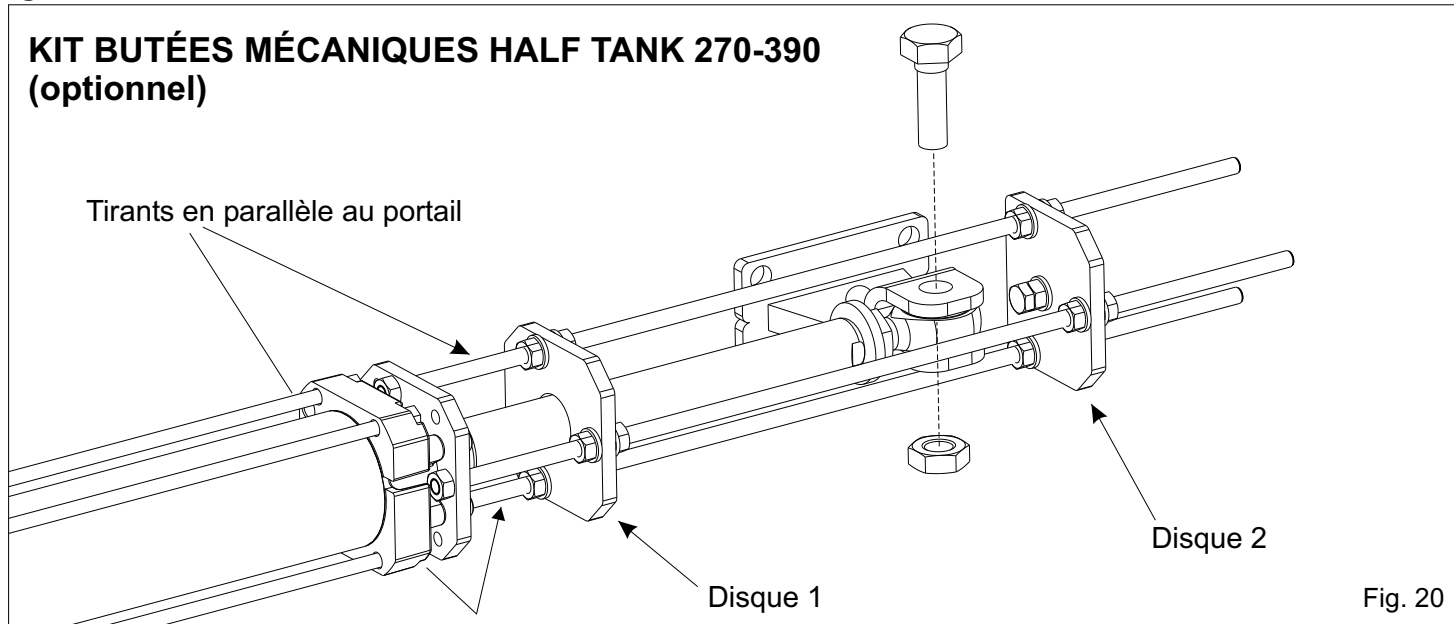

Fig. 20
- 3) Mettre les feuillures de fin de course sur la bride antérieure de l'ensemble avec les deux tirants (des trois présents sur la feuillure) qui se trouvent en parallèle au portail (Fig. 20)